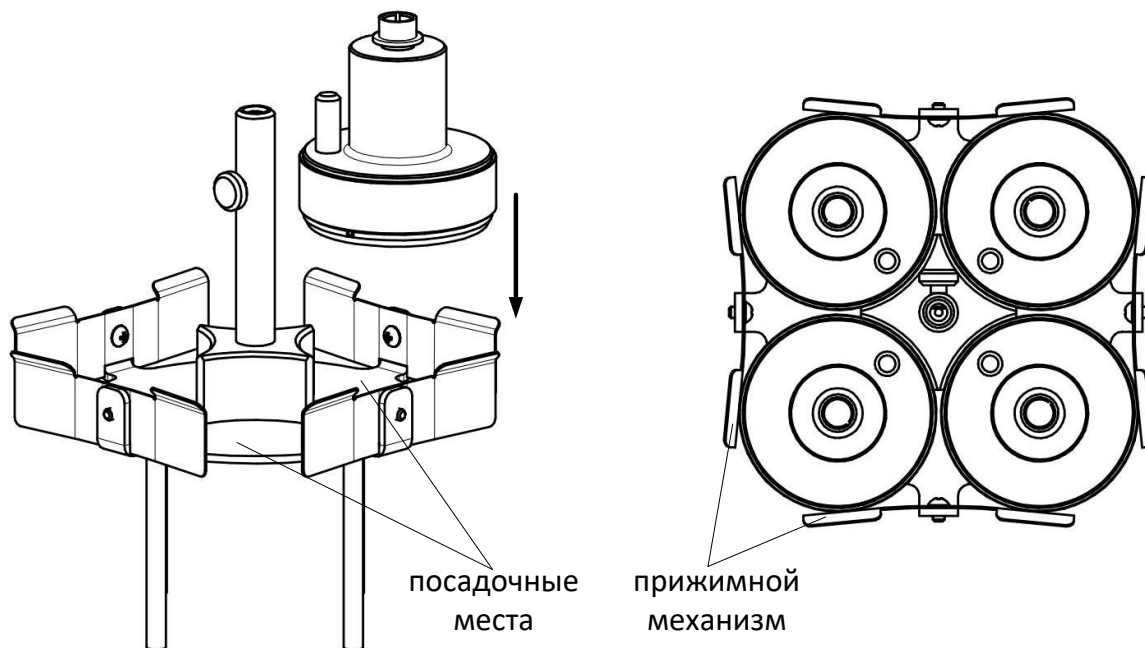

Рисунок 2 – Подготовка к проверке погрешности измерения температуры - Шаг 2
9.6.3 Установить кольца в посадочные места и зафиксировать прижимными механизмами (см. рисунок 2). Индикаторы положения тензодатчика должны быть обращены к центру калибровочного приспособления.